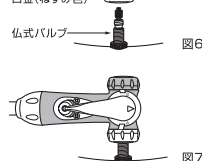

図7
- 3 ポンプの口金(ねずみ色)をタイヤ・チューブのバルブにしっかりと差込みます。(図7)
- 6 空気を入れ終わったら、レバーを中央の位置にもどします。(図7) (内部のパッキンが開きます)